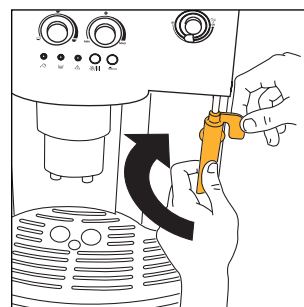

Fig. 25
- Drej knappen i retning med uret helt i bund, med den ene hånd holdes fast om håndtaget på cappuccino tilberederens rør, mens man med den anden hånd skruer selve cappuccino tilberederen af ved at dreje den i retning med uret og trække den ned af (fig. 25).